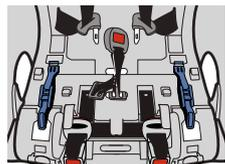

Figure 26
- Faites glisser la sangle d'entrejambe hors de la fente de la sangle d'entrejambe, tel qu'illustré dans la **Figure 26**.